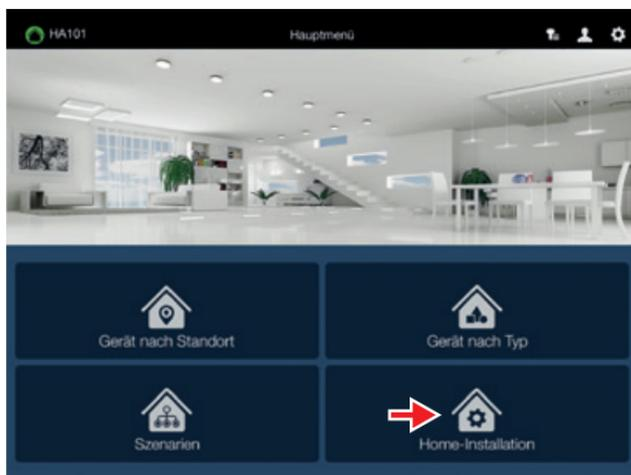

Abb. 9
2. Drücken Sie auf die Menüoption „Home-Installation“, um eine Liste der Konto-Gateways zu öffnen (*siehe Abb. 9*)